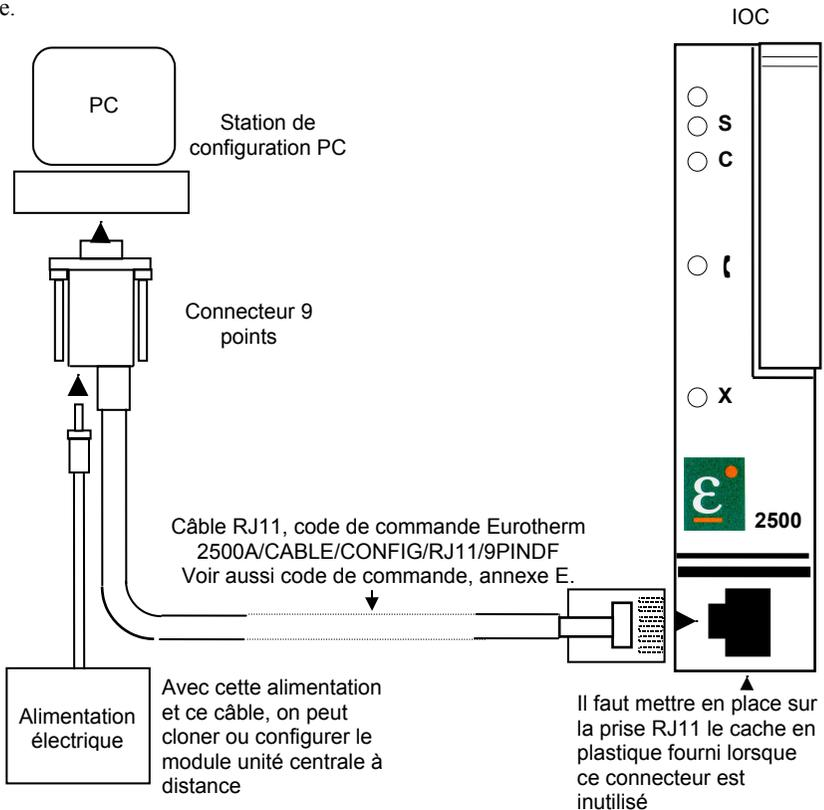

Figure 5-2 : branchement module IOC-PC par l'intermédiaire du port de communications
1. Brancher le PC sur le port de configuration comme le montre la figure 5-2 ou 5-3